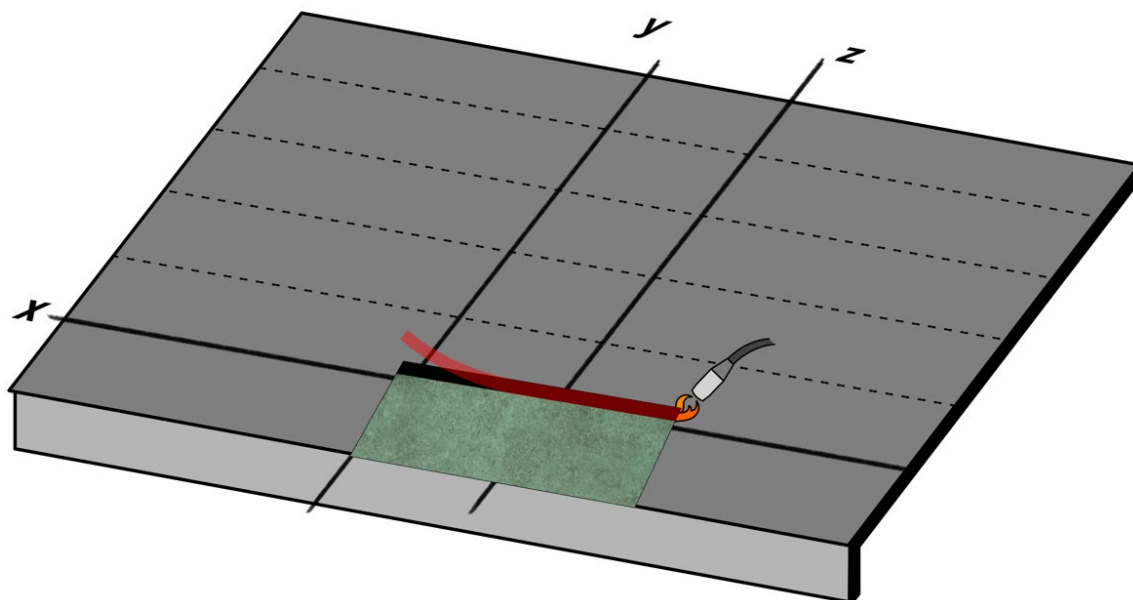

Fig. 18 - Installazione prima tegola a fiamma
- Procedere con la posa della prima fila di tegole, sopra alla membrana bituminosa già installata: allineare il bordo laterale della prima tegola alla verticale **y** e il bordo superiore all'orizzontale **x**. Fissare la tegola alla membrana usando la fiamma del cannello e sollevando la parte superiore della tegola con apposito strumento. Orientare la fiamma verso la membrana, in modo da portare a fusione solo quest'ultima. La parte retrostante della tegola sarà portata solo in temperatura - vedi Fig. 18. Abbassare quindi la tegola canadese e premere la stessa (ad esempio facendo pressione con un piede), per aiutare la compenetrazione dei bitumi dei due elementi: tegola e membrana.